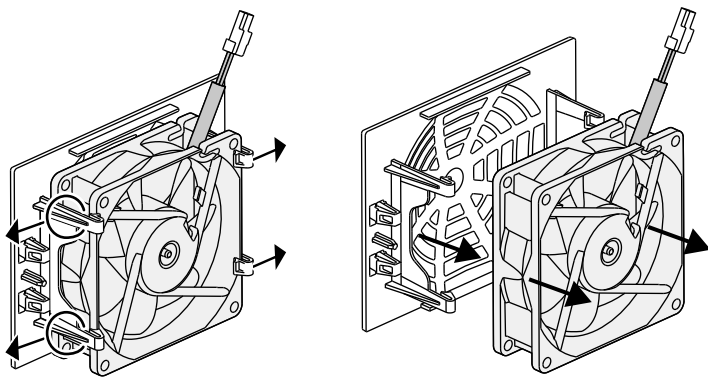

Abb. 65: Demontage Lüftergitter
5. Der Lüfter kann zusätzlich noch vom Lüftergitter abgezogen werden. Dazu Befestigungslaschen leicht nach außen drücken und Lüfter abziehen. ➡ **Abb. 65**